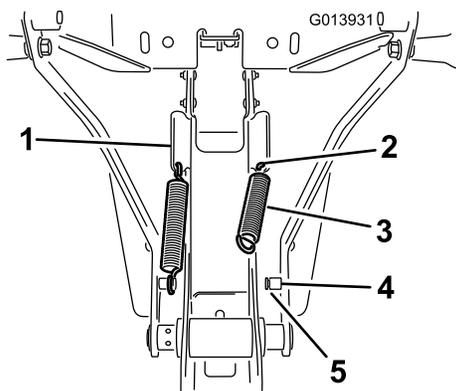

Figura 7
1. Instale a mola no furo na extremidade inferior da patilha angular no lado do conjunto da estrutura (Figura 7).
2. Prenda uma extremidade da mola no furo e a outra no poste da mola (Figura 7).
3. Certifique-se de que a extremidade da mola está bem encaixada na ranhura da coluna (Figura 7).